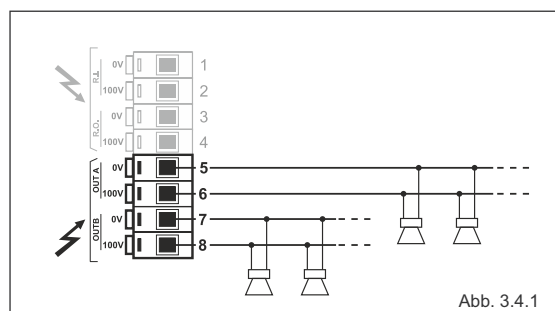

Abb. 3.4.1
Für den Anschluss der Lautsprecherleitungen steht das Klemmbrett (10) zur Verfügung – siehe Abbildung 3.4.1.